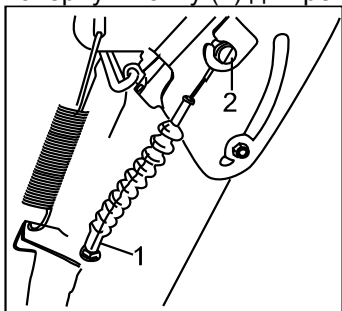

Рис.21
4. Установка тросика управления щитка разгрузочного желоба. Закрепить конец тросика (2) на щитке разгрузочного желоба, повернуть гайку (1) для регулировки длины тросика (Рис.21).